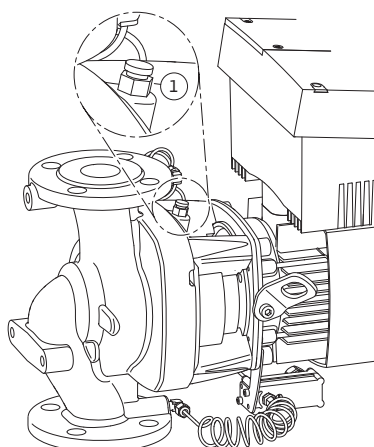

Fig. 44: Ventil de dezaerisire
- Dezaerisiți pompele prin deschiderea ventilelor de dezaerisire (Fig. 44, poz. 1). Funcționarea fără apă distruge etanșarea mecanică a pompei. Este interzisă dezaerisirea traductorului de presiune diferențială (pericol de distrugere).